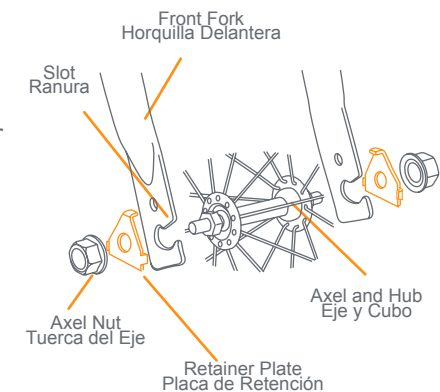

Fig. 3
3) • Slide the retainer plate onto the front wheel. Be sure that the raised lip is pointing toward the fork and insert it into the slot on the fork. The tab on the retainer plate must be lined up with the slot before tightening the wheel (Fig. 3).
• Inserte la placa de retención en el eje de la rueda. La clavija en la punta de la placa debe de colocarse hacia adentro, de cara a la horquilla. Debe alinear la clavija de la placa con el agujero antes de atornillar las tuercas para asegurar la rueda (Fig. 3).